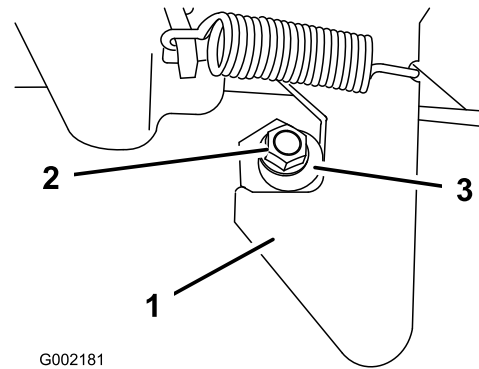

図 60
1. ラッチポストの端についているロックナットをゆるめる 図 60。
2. ラッチポストを右回りに回転させてラッチのフック部にちょうど嵌るようになる 図 60。